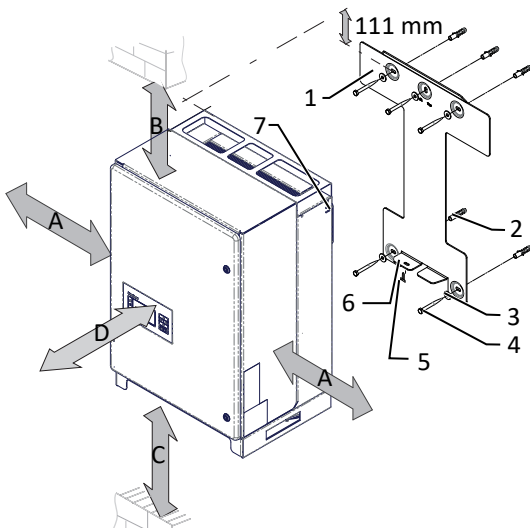

Abb. 13: Mindestabstände für Wandmontage
- 3. Beiliegende Schraube an der Lasche der Halterung einsetzen und Gerät zur Sicherung gegen Ausheben befestigen [X T30 /  2 Nm]. ([Siehe Abbildung 13 [▶ Seite 21]]).